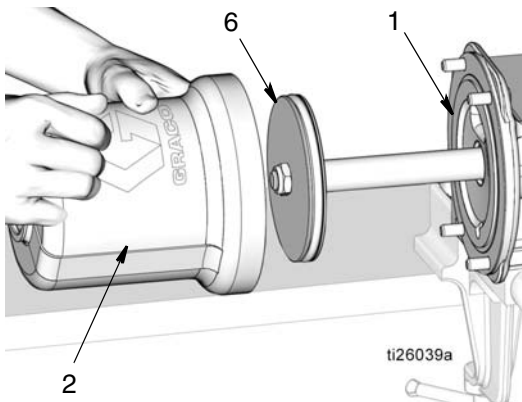

图 52
- a. 使用干净的布擦拭气缸 (2) 的内部，除去任何脏污或污染物。
- b. 在气缸 (2) 的内表面涂抹薄薄一层滑脂。滑动气缸 (2) 在活塞 (6) 上，完全向下推，直至其牢牢就位于泵底座 (1) 上。参见图 52。